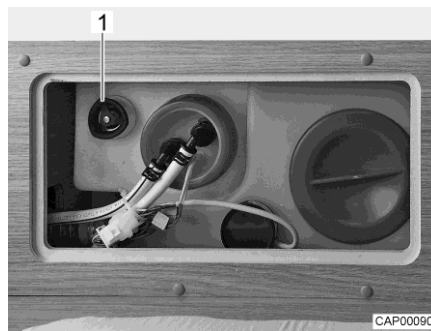

Fig. 97 Serbatoio dell'acqua con maniglia girevole
- Sul serbatoio dell'acqua ruotare la maniglia girevole (Fig. 97,1) in senso antiorario, oltre la resistenza verso l'esterno fino all'arresto, per aprire completamente l'apertura di scarico.